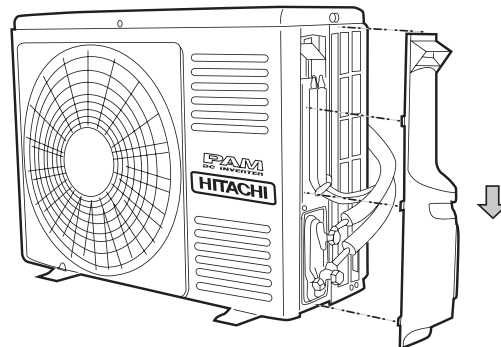

图23
- (1) 将右侧板上边盖拆开。（如图23）
- (2) 将截止阀密封帽拆开。